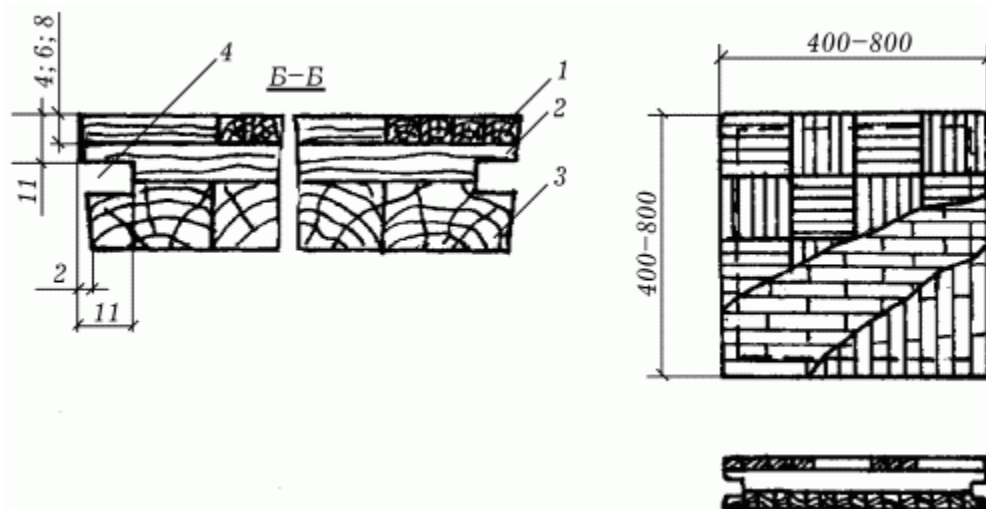

Рис. 8. Паркетные щиты ПЩ4: 1 – планка лицевого покрытия; 2, 3 – рейки верхнего и нижнего слоев; 4 – паз.
4. Паркетные щиты ПЩ4 с клеевым двухслойным реечным основанием, устроенным таким образом, что направление волокон одного слоя перпендикулярно к другому слою (рис. 8).